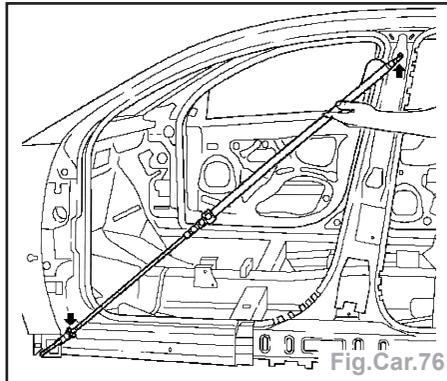

Fig.Car.76
- Mesurer le montant B intérieur (Fig.Car.76) :